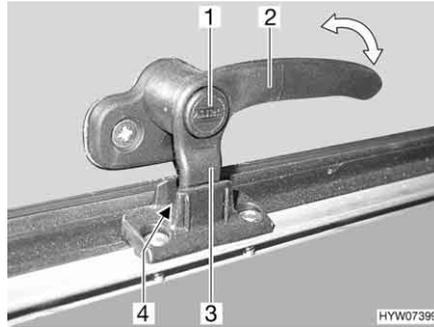
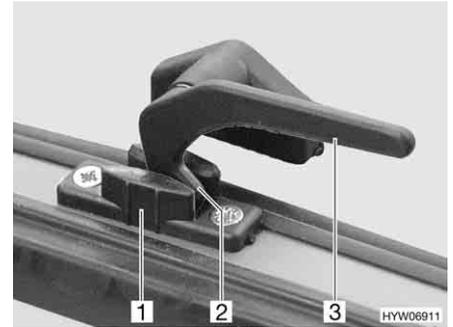

Fig. 99 Palanca de bloqueo con botón de seguridad en la posición de "ventilación continua"
Fig. 100 Palanca de bloqueo en la posición de "ventilación continua"
- En la posición "ventilación continua" (Fig. 99 y Fig. 100)
- Si existe, pulsar el botón de seguridad (Fig. 99,1) y mantenerlo pulsado.
- Girar todas las palanca de bloqueo (Fig. 99,2 ó Fig. 100,3) un cuarto de vuelta hacia el centro de la claraboya.
- Girar de nuevo hacia atrás las palancas de bloqueo. En esto, introducir el saliente de bloqueo (Fig. 99,3 ó Fig. 100,2) en el rebaje del bloqueo de la claraboya (Fig. 99,4 ó Fig. 100,1).